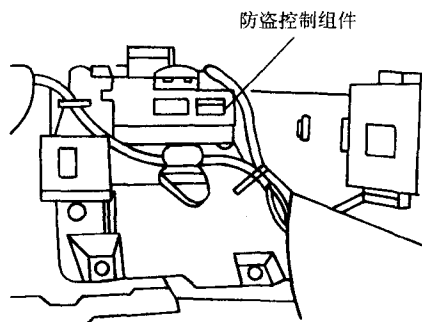

图 6-43 防盗控制组件位置
1) 确保车门关闭。断开防盗控制组件的 14 针线束接头。防盗控制组件位于脚部支撑下的右脚坑(见图 6-43)。确保线束接头端子清洁,不松动。
1) 断开防盗控制组件的 14 针线束接头。防盗控制组件位于脚部支撑下的右脚坑（见图 6-43）。确保线束接头端子清洁，不松动。
1) 断开防盗控制组件的 8 针线束接头。防盗控制组件位于脚部支撑下的右脚坑（见图 6-43）。确保线束接头端子清洁，不松动。